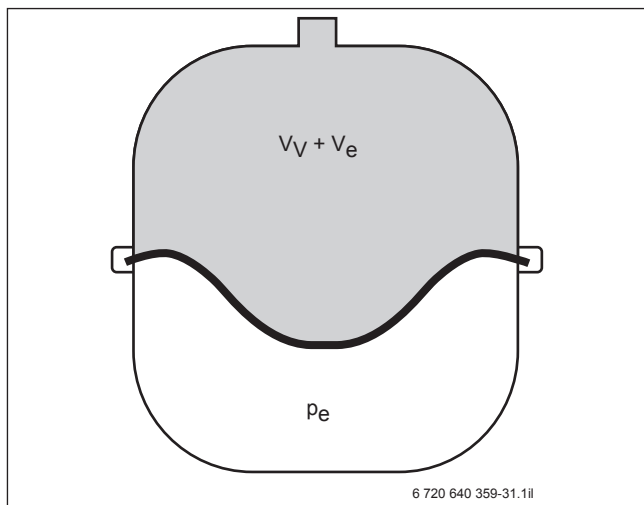

Bild 159 Enddruck eines Ausdehnungsgefäßes
**Legende zu Formel 13 und Bild 159:**